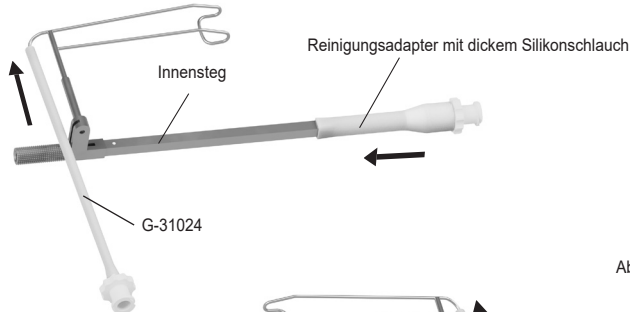
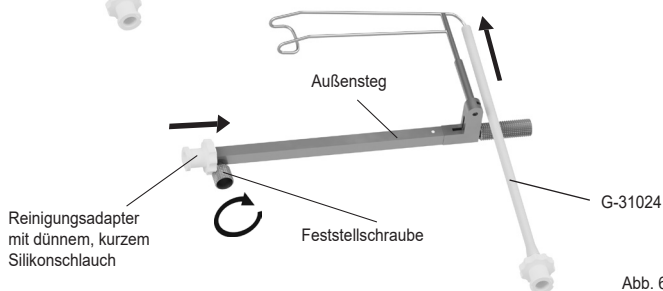

Abb. 5
Abb. 6
- Montieren Sie die Reinigungsadapter G-31024 an die Valven des Lidsperrers (Abb. 5 und Abb. 6).
- Montieren Sie die Reinigungsadapter G-36610 an die Stege (Abb. 5 und Abb. 6):
- Den Reinigungsadapter mit dickem Silikonschlauch schieben Sie auf den Innensteg (Abb. 5).
- Den Reinigungsadapter mit dünnem, kurzem Silikonschlauch stecken Sie bis zum Anschlag in den Außensteg und sichern ihn durch vorsichtiges Festdrehen der Feststellschraube (Abb. 6).
- Entfernen Sie nach der Reinigung und Desinfektion die Reinigungsadapter in umgekehrter Reihenfolge (siehe Abb. 5 und Abb. 6).